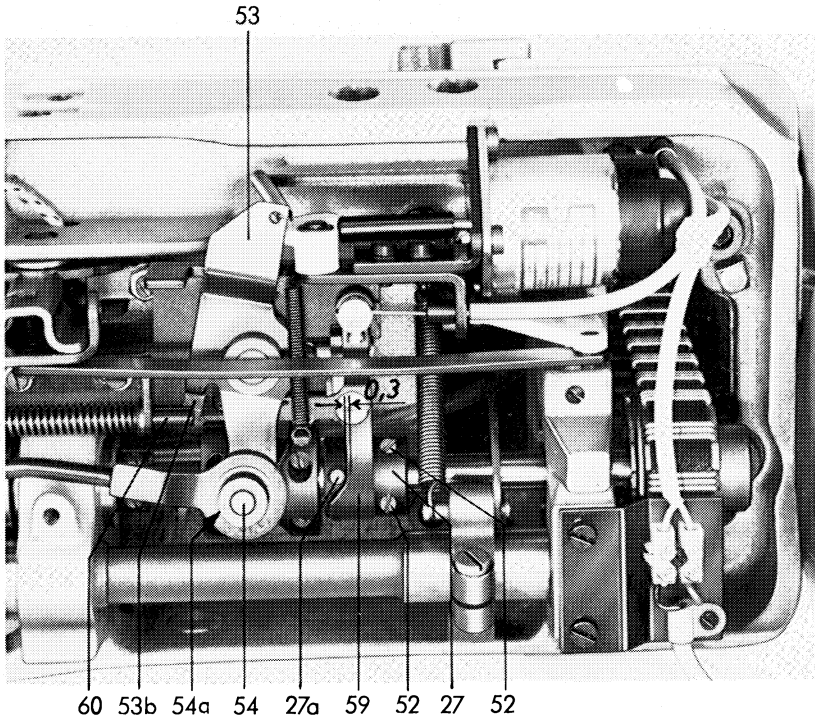
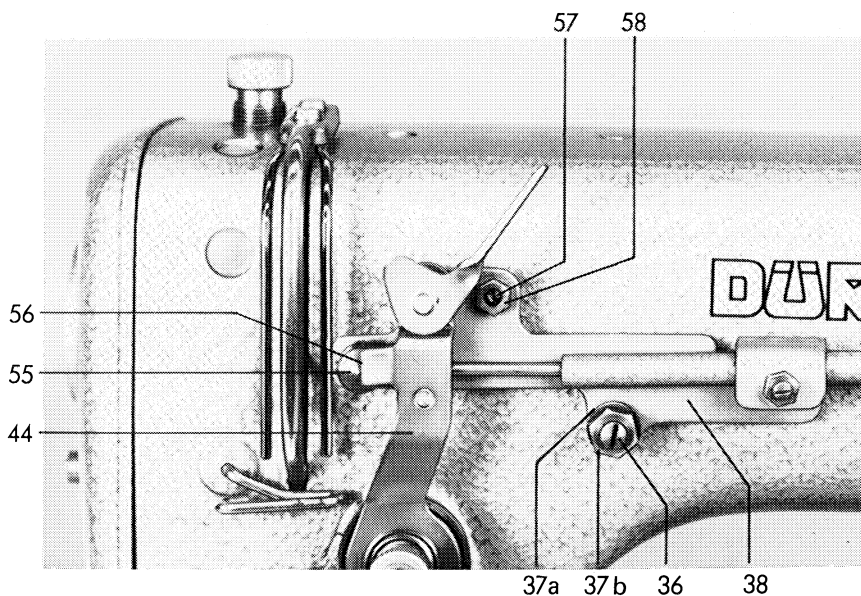
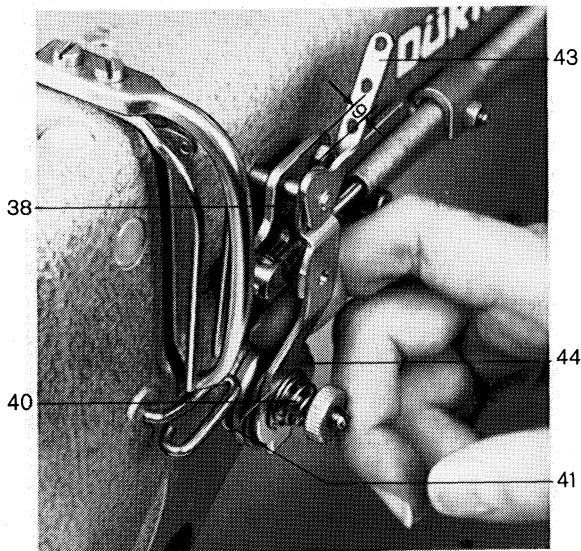
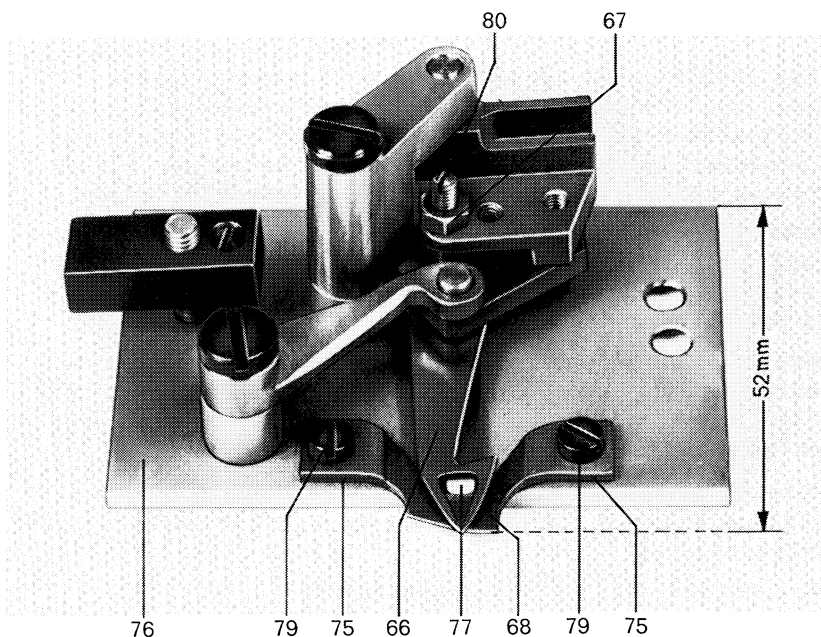

Abb. 55
Abb. 56
Abb. 57
Abb. 58
b) Einstellen des Rollenbolzens 54 (Abb. 55)
Der Rollenbolzen 54 (Abb. 55) soll nach Lösen des Gewindestiftes 54a so eingestellt werden, daß bei betätigtem Schaltblech 53 zwischen der Stirnseite des Rollenbolzens 54 und der Grundfläche des Kurvenganges ein Abstand von ca. 0,5 mm vorhanden ist. Bei nicht betätigtem Schaltblech 53 darf der Rollenbolzen 54 sich nicht mehr im Kurvengang befinden.
Die Spitze des Klemmstückes 55 (Abb. 56) soll in Ruhestellung mit der Vorderkante 56 des Auslösebleches 44 bündig stehen. Siehe Abbildung 56. Hierzu den Bowdenzug 32 (Abb. 53) entsprechend weit in das Klemmstück 35 stecken.
Durch Verdrehen der Stellschraube 57 (Abb. 56) soll zwischen dem Klemmstück 55 und dem Auslöseblech 44 ein Abstand von ca. 0,1 mm eingestellt werden (ohne eingefädelten Faden). Anschließend die Mutter 58 anziehen.
Die Fadenführung 43 (Abb. 57) soll sich so tief in der Aufnahmebohrung des Armes befinden, daß zwischen der vorderen Kante der Halteplatte 38 und der hinteren Kante des von Hand bis an die Faden-
führung 43 herangezogenen Auslösebleches 44 ein Abstand von ca. 9 mm vorhanden ist. Siehe Abbildung 57.
Bei im Kurvgang eingerastetem Rollenbolzen 54 (Abb. 55) soll zu Beginn der Hakenmesserbewegung von rechts nach links die Bewegung des Klemmstückes 55 (Abb. 56) zum Öffnen der Fadenspannvorrichtung 40 (Abb. 57) beginnen. Wenn das Hakenmesser 66 (Abb. 58) sich 2–4 mm nach links bewegt hat, soll die Fadenspannvorrichtung ganz geöffnet sein.
Hierzu die Auslösebuchse 27 (Abb. 55) so einstellen, daß zu Beginn der Hakenmesserbewegung von rechts nach links zwischen dem Stift 27a und der linken Kante des Auslösehebels 59 ein Abstand von ca. 0,3 mm vorhanden ist und der Stift 27a gleichzeitig am Anfang der schrägen Kante anliegt. Siehe Abb. 55.
Für eine einwandfreie Funktion des Schneidvorganges ist es erforderlich, daß das Hakenmesser 66 (Abb. 58) sich leichtgängig bewegt und die Schneidkanten von Hakenmesser 66 und Gegenmesser 68 messerscharf sind. Das Gegenmesser 68 ist nun so einzustellen, daß von der linken Kante der Halteplatte 76 bis zur Vorderkante des Gegenmessers 68 ein Abstand von 52 mm besteht. Siehe Abbildung 58. Außerdem sollen in dieser Stellung des Gegenmessers 68 die beiden Kanten 75 den gleichen Abstand zur rechten Halteplattenkante haben.
Das Fadenklemmblech 77 (Abb. 58) ist nach Lösen seiner Befestigungsschraube so einzustellen, daß die Fäden, kurz bevor sie abgeschnitten werden, sicher zwischen der Oberseite des Hakenmessers 66 und dem Fadenklemmblech 77 gehalten werden. Die Befestigungsschraube des Klemmbleches ist bei in rechter Endstellung befindlichem Hakenmesser 66 zugänglich.
Das Hakenmesser 66 (Abb. 58) ist nach Lösen seiner von der Oberseite der Halteplatte 76 aus zu erreichenden Befestigungsschrauben so einzustellen, daß seine Spitze genau auf Mitte Nadel zeigt. Einige Garne können es jedoch erforderlich machen, daß von dieser Einstellung abgewichen und das Hakenmesser geringfügig seitlich verstellt werden muß.